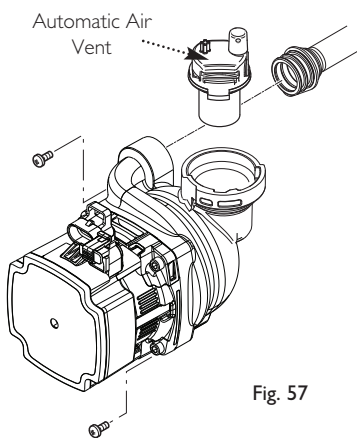

Fig. 57
13.11 Pump - Complete (Figs. 57 & 58)
13.12 Automatic Air Vent - Grundfos (Fig. 57)